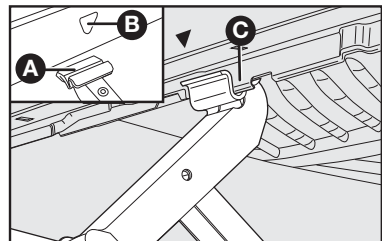

fig. 6
4) Colocar o macaco onde está marcado o símbolo ▼ **B-fig. 6**, perto da roda a substituir, e certificar-se de que a ranhura **A** do macaco esteja bem encaixada na longarina **C**.